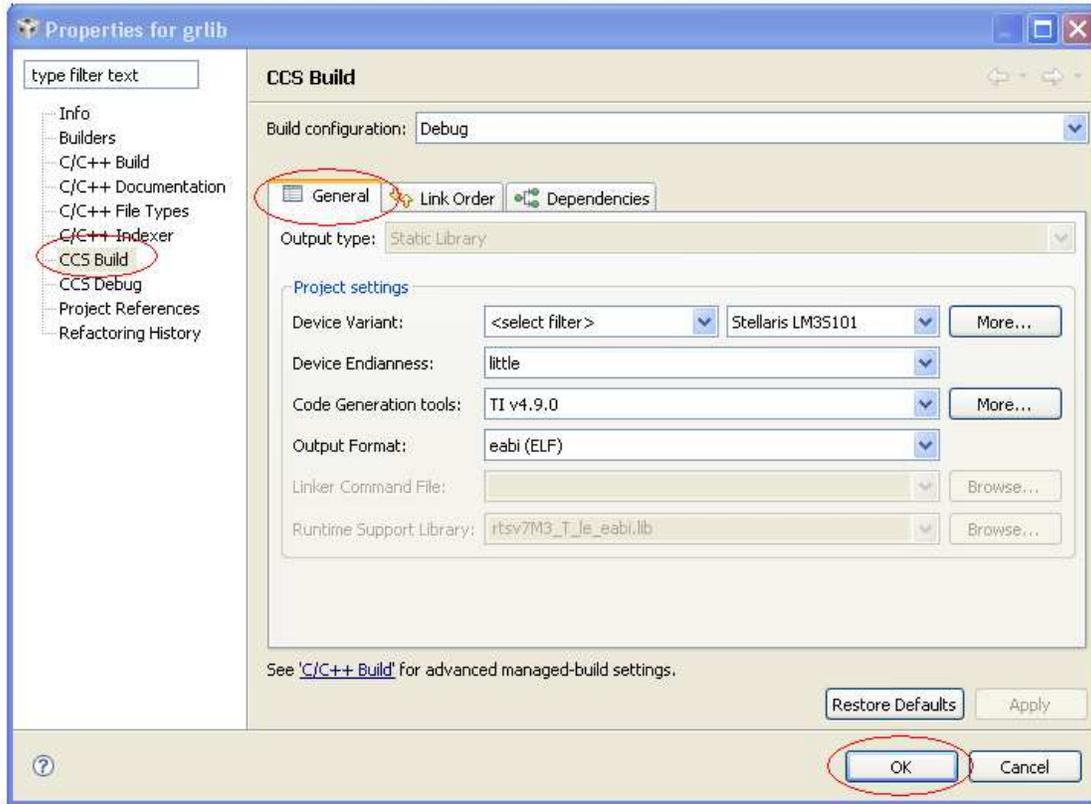

图 32. 针对 grlib 的属性（Code Composer Studio 建立）
- 在下一个出现的窗口中单击 OK 按钮（如图 32 所示）并为这个项目返回 Code Composer Studio 属性。